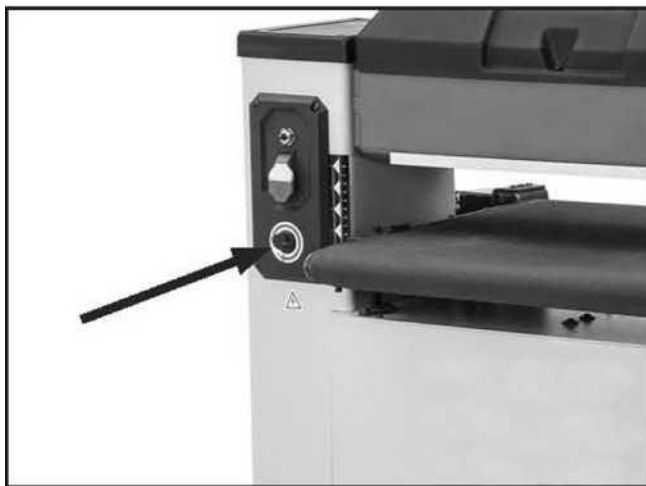

Рисунок 18. Расположение шкалы скорости подачи конвейера.
Регулятор скорости конвейера (см. рис. 18) позволяет увеличить скорость подачи с 0 до 3 миль в минуту. Правильная скорость зависит от типа используемого материала (твердая древесина или хвойные породы) и стадии обработки этой заготовки.
2. Поверните регулятор скорости конвейера (см. рис. 18) по часовой стрелке, чтобы увеличить скорость подачи, или против часовой стрелки, чтобы уменьшить скорость подачи конвейера.